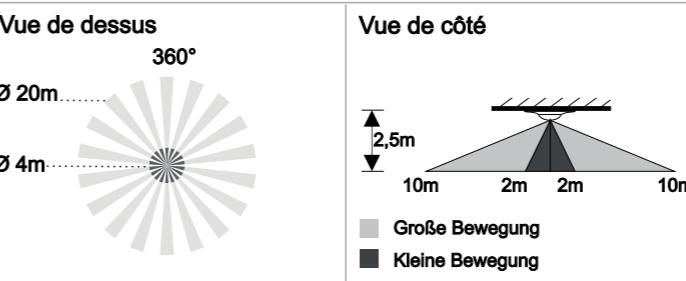

Figure 2
3.1.1 Le détecteur peut être monté à une hauteur de 2 - 3 mètres. La hauteur pour une couverture de détection optimale est de 2,5 m. La couverture de détection peut atteindre un diamètre de 20 mètres et couvre 360°. (Voir figure 2).